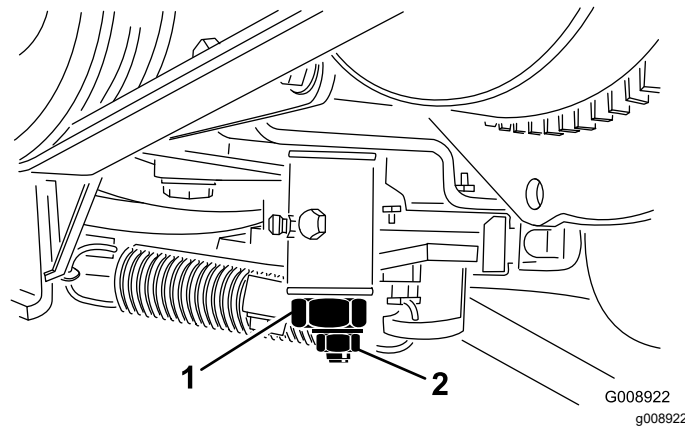

Рисунок 59
3. Ослабьте контргайку на кулачке регулировки тяги (Рисунок 59).